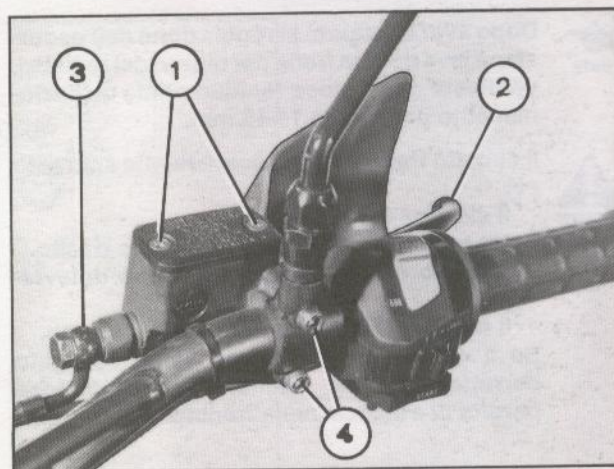

Fig. 18
- Togliere il coperchio della POMPA FRENO, svitando le viti (1 Fig. 18) e verificare che il fluido sia a livello. Eventualmente rabboccare.
- Pompare lentamente 2-3 volte, tirando a fondo la leva (2 Fig. 18).
- Remove the BRAKE PUMP cover by unscrewing the two screws (1 Fig. 18) and make sure that the fluid is up to level. Top as required.
- Pump slowly 2-3 times by pulling the lever fully (2 Fig. 18).
- Togliere il raccordo (3 Fig. 18).
- Togliere le viti di supporto (4 Fig. 18).
- Remove the coupling (3 Fig. 18).
- Remove the support screw (4 Fig. 18).